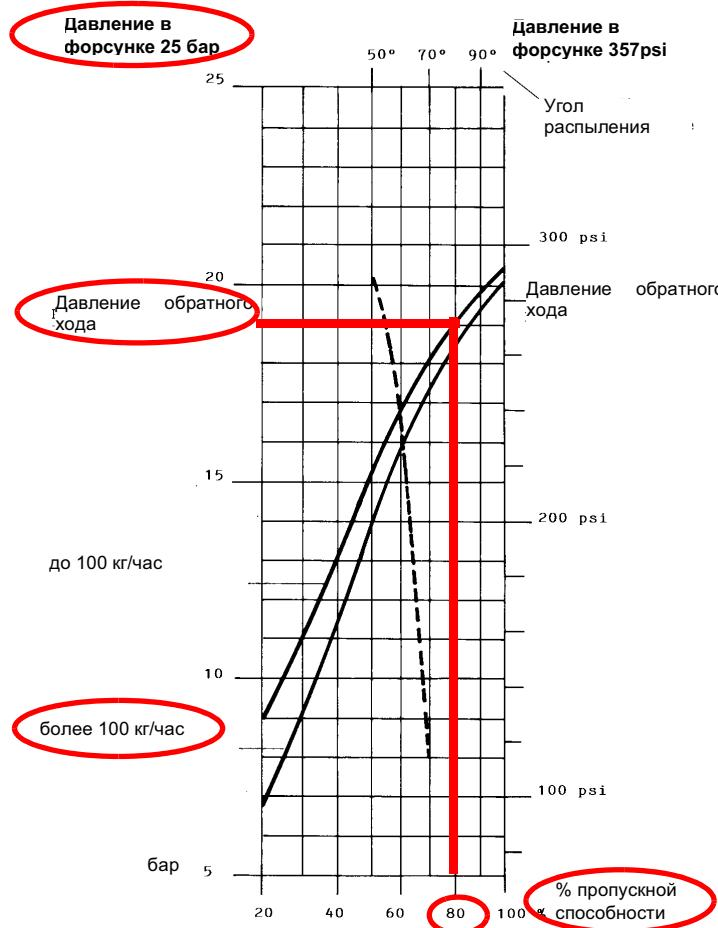

Рис. 27
Расход мазутного топлива регулируется за счет выбора форсунки (противопоточного типа), соответствующего мощности котла и типу применения размера, а также регулировки давления на прямом и обратном ходе жидкого топлива, согласно данных, указанных в таблице и на графике на Рис.27 (для считывания давления - читайте последующие параграфы).
**Пример** : 80% номинального расхода на форсунке можно получить, если установлены форсунки с расходом более 100 кг/час, при давлении на обратном ходе примерно равном 18 бар (см. график на Рис. 27).
- 9 Давление питания форсунки уже отрегулировано заранее на заводе-изготовителе и не должно изменяться. Только в случае необходимости, отрегулировать давление питания (см. соответствующий параграф) следующим образом: установить манометр в положение, указанное на Рис. 30, воздействовать на регулировочный винт **VR** насоса (см. Рис. 28) до получения на форсунке давления в 25 бар (форсунки Fluidics - см. график на Рис. 27);
Давление питания форсунки уже отрегулировано заранее на заводе-изготовителе и не должно изменяться. Только в случае необходимости, отрегулировать давление питания (см. соответствующий параграф) следующим образом: установить манометр в положение, указанное на Рис. 32, воздействовать на регулировочный винт VR насоса (см. Рис. 28) до получения на форсунке давления в 25 бар (форсунки Fluidics - см. график на Рис. 27);